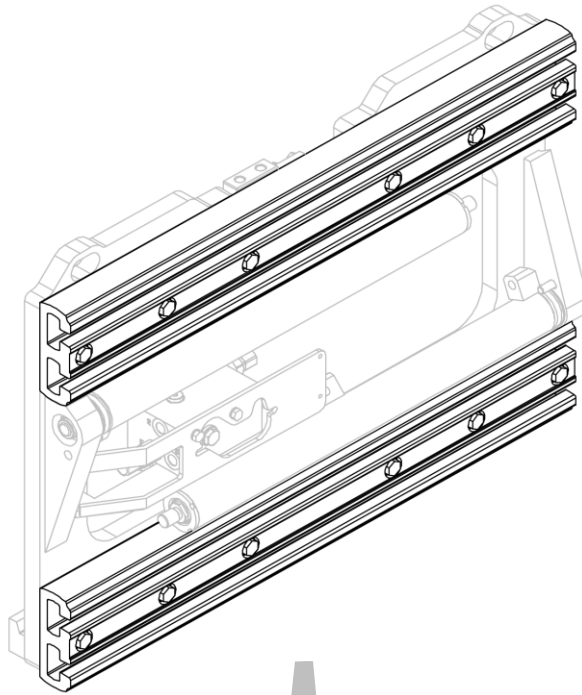
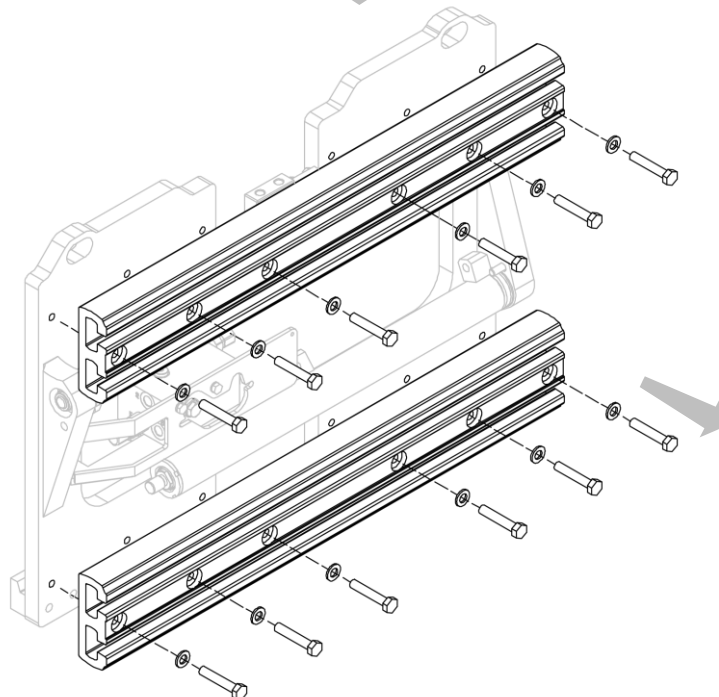

Figura 34
Figura 35
2. Retire los perfiles de aluminio, uno a la vez, después de desatornillar los tornillos correspondientes (mira *Figura 34* y *Figura 35*).